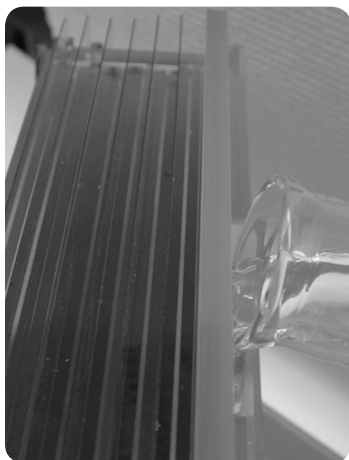

Fig 15. Verter a solução numa corrente lenta e contínua.
- 2 De-aerjar a solução de gel, durante 5 minutos. Adicionar o (iniciador) 10% w/v APS e do (catalisador) 10% v/v TEMED* imediatamente antes da fundição dos géis. Verter a solução de gel dentro do canal na parte de trás do rodízio. A solução irá fluir para baixo no canal e encher os cassettes a partir do fundo (Fig. 15).